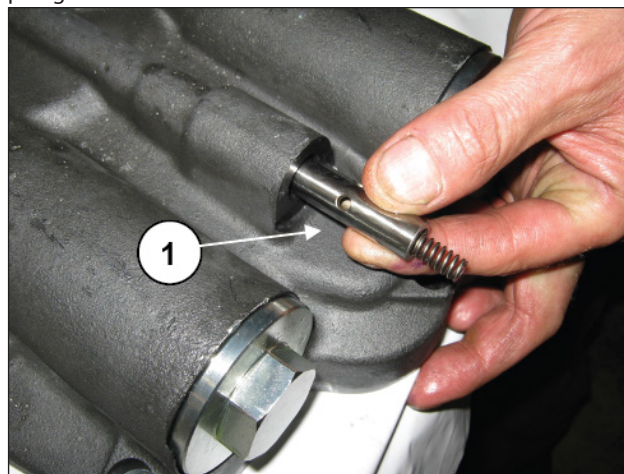
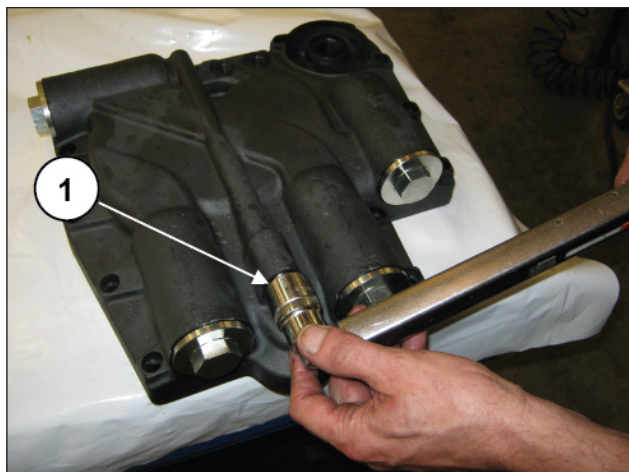

Fig. 148
Fig. 149
Insira a válvula de sobretensão com a relativa mola (pos. ①, Fig. 148) e aperte a tampa M14 (pos. ①, Fig. 149) com chave dinamométrica com torque de aperto indicado no parágrafo 3.